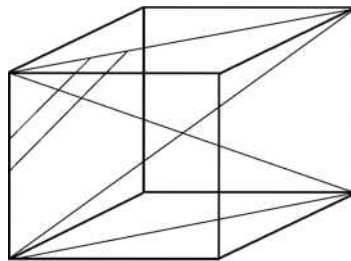

图 2-10
4. 如图 2-10 所示, 已知 $\alpha\text{-Fe}$ 的晶格常数 $a_0 = 0.286 \text{ nm}$, 求解下列问题: